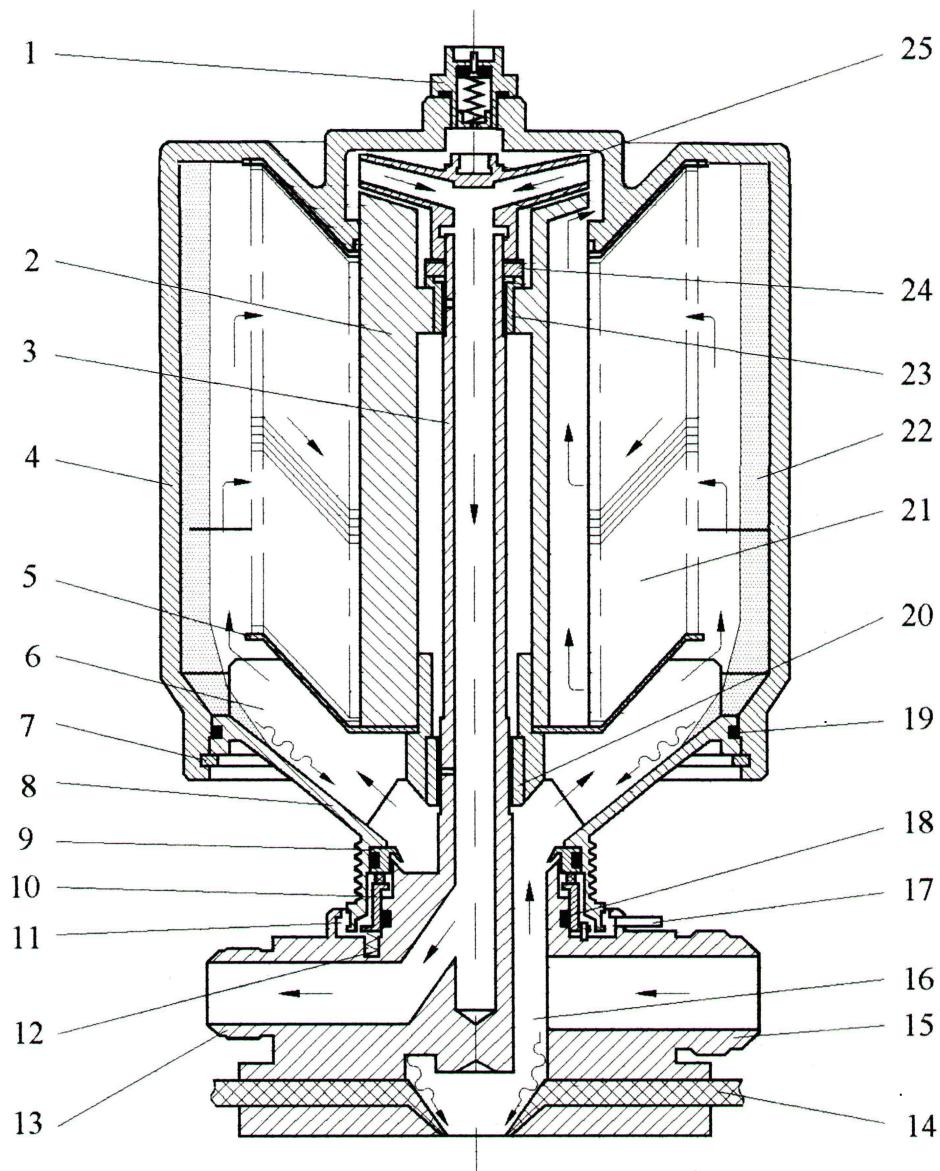

Рис.4.2
4.2.1. Центрифуга состоит из двух частей – неподвижной и вращающейся (ротора). Неподвижная часть состоит из основания центрифуги с входным 15 (рис. 4.2) и выходным 13 штуцерами, полой оси 3, по которой отводится очищенная жидкость и напорного диска 25. Между осью и основанием имеются каналы 16 для прохода жидкости. Основание крепится к резиновой мемbrane 14, которая в свою очередь, крепится к корпусу стенда. Основание центрифуги через отверстия в мемbrane сообщается с грязеотстойником стенда.